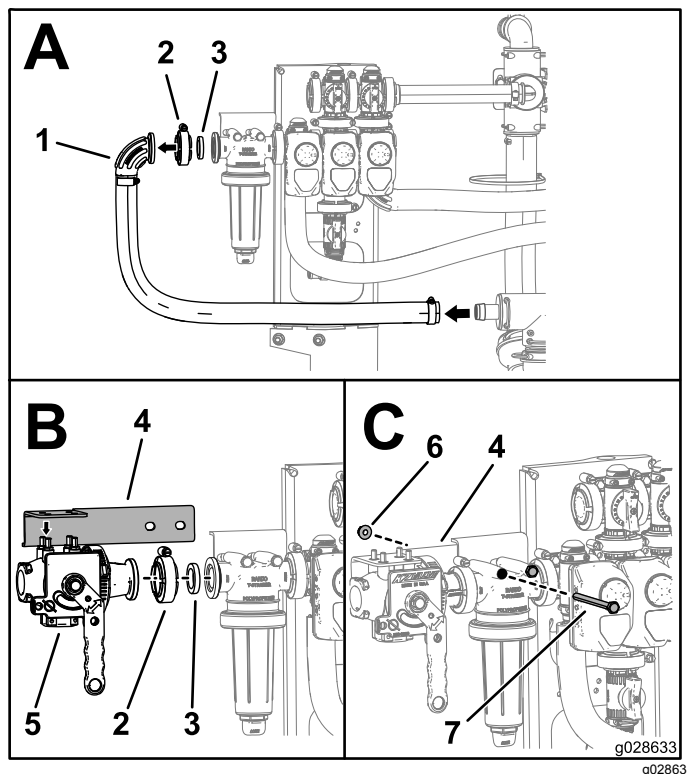

Figura 21
1. Retire o cotovelo, o grampo da flange, junta, o cotovelo e o tubo de entrada da cabeça do filtro de pressão (Caixa A de Figura 21).
2. Coloque o suporte da válvula na parte superior da válvula do misturador, conforme mostrado na Caixa B de Figura 21.
3. Instale a válvula do misturador utilizando junta e o grampo da flange retirados no Passo 1; consulte a Caixa B da Figura 21.
4. Fixe o suporte ao conjunto de válvula da rampa utilizando os parafusos e as porcas que estão atualmente instalados no filtro de pressão; consulte Caixa C da Figura 21.